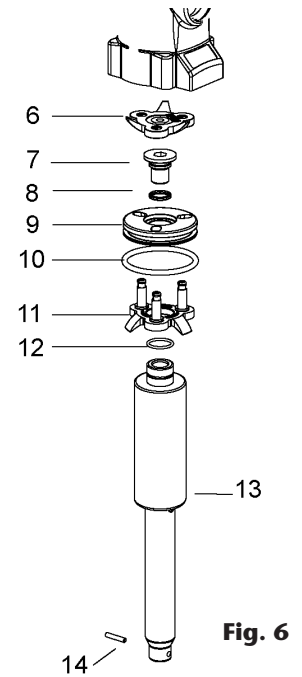

Fig. 6
- Desenrosque el tubo de succión con cuidado de no dañar la junta de unión (24).
- Quite el pasador (14) para separar la parte inferior de la bomba (fig. 6).
- Desatornille los tornillos (22) y tire de la cazoleta hacia arriba de forma que quedarán todas las piezas del cuerpo motor de aire al descubierto.
- Sustituya las piezas (18) y (15) si fuera necesario.
CONJUNTO INVERSOR (Fig. 6)